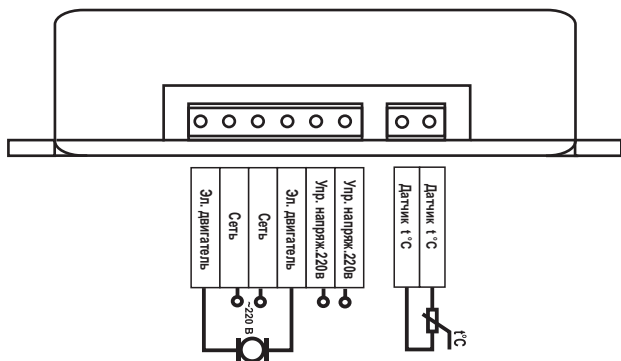

Рис.3 Схема подключения.
5.7. Подключить датчик и электродвигатель вентилятора наружного блока, подключить напряжение питания согласно рис. 3.